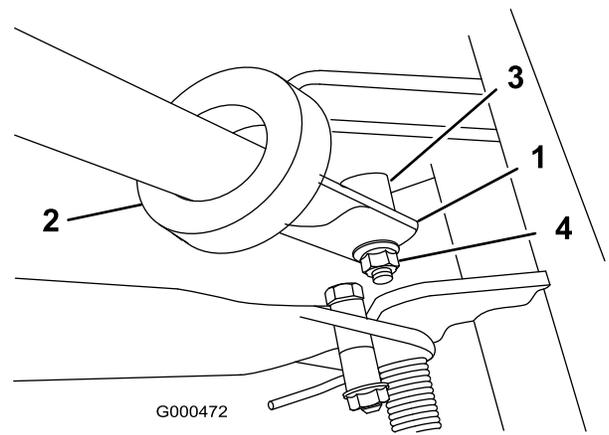

Figure 9
- Poussez les extrémités du guidon vers l'intérieur et engagez-les sur l'épaule de l'axe de pivot (Figure 9).
- Fixez le guidon à la vis et à l'axe de pivot avec le contre-écrou à embase (Figure 9).
- Introduisez les extrémités du guidon dans les fentes des bras de support (Figure 9).